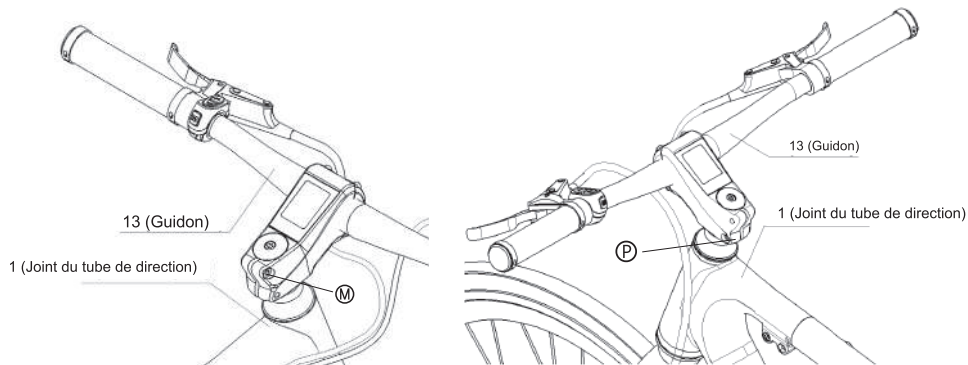

Figure 52-2.
b. Serrez de façon récurrente les deux vis : **M** → **P** sur la pièce 13 avec une clé Allen de 5 mm, comme illustré à la Figure 52-2. D'après l'expérience, au moins 5 cycles sont nécessaires.